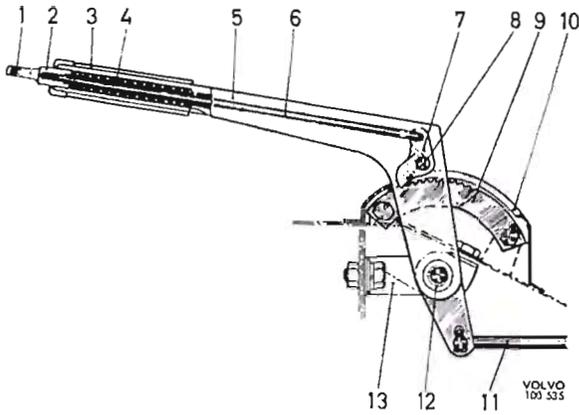

Abb. 112 Handbremshebel, 120
2. Splint entfernen und den Seilzug so strecken, daß sich die Zugstange (11, Abb. 112) vom Hebel an der Handbremswelle abhängen läßt. Konsole (13) ausbauen.
5. Senkschraube entfernen, danach Fingerbügel (1, Abb. 112) und Druckknopf (2) ausbauen. Feder (4) aus dem Stockgriff herausziehen. Niet (8) austreiben und die Druckstange (6) mit Sperrnocken (7) aus dem Stockhebel herausnehmen.
6. Neue Teile in umgekehrter Reihenfolge einbauen, vgl. Abb. 112. Den neuen Splint (8) fest vernieten, ohne daß dieser den Sperrnocken in seiner Beweglichkeit hindert. Lagerbuchsen der Handbremswelle leicht mit Universalfett einfetten. Zugstange vorschriftsmäßig versplinteten und darauf achten, daß die Gummidichtung auf der Welle gut abdichtet.